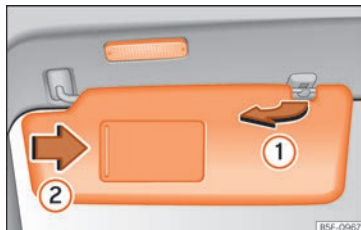

Fig. 146 Aletta parasole
- L'aletta parasole può essere staccata dal supporto e orientata verso la porta »» fig. 146 ①.
Nel parasole ripiegato è presente uno specchietto di cortesia coperto da uno sportellino. Facendo scorrere la copertura »» fig. 146 ② si accende una luce.